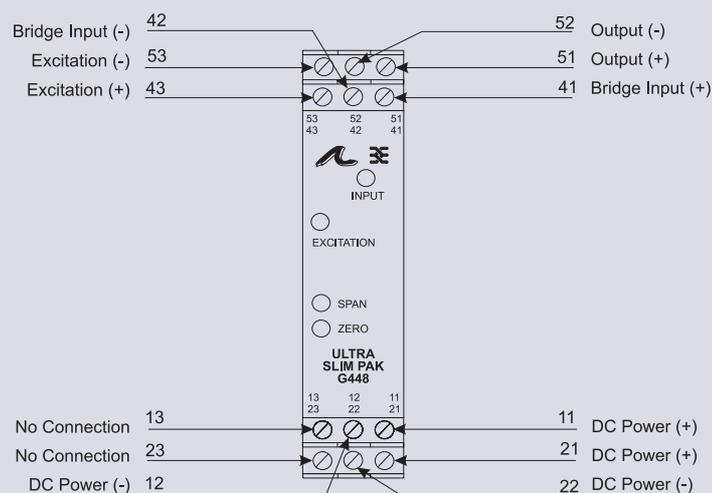

Figura 2: Diagrama de ligação do G448-0002
1. Após configurar as chaves seletoras DIP, conecte a entrada a uma fonte de sinal de referência em mV calibrada. Conecte a saída ao dispositivo real de carga (ou a uma carga equivalente à carga do dispositivo real) e ligue a alimentação. (consulte Diagrama de ligação, Figura 2 ou 3).